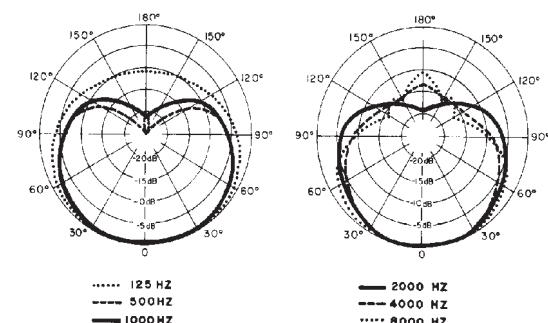

РИС. 2
**Диаграмма направленности:** Кардиоидная (однонаправленная), с осевой симметрией (см. Рис. 2)